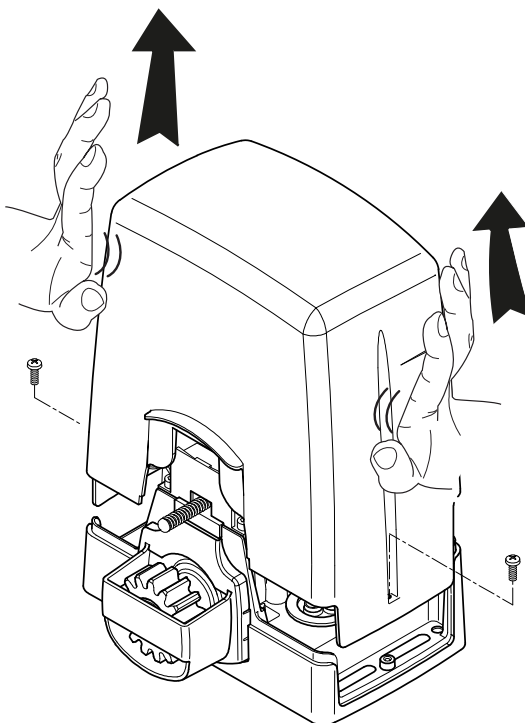
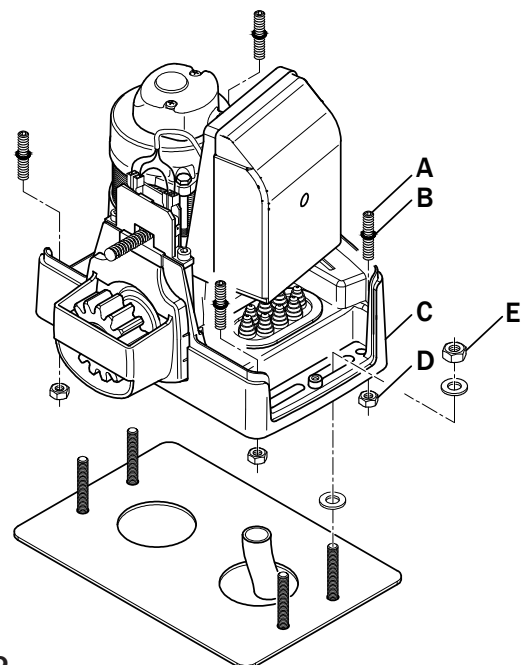

Fig. 1
Fig. 2
- Svitare le viti del coperchio e toglierlo sfilandolo verso l'alto, come indicato in fig. 1. Verificare che i sei piedini di regolazione non sporgano dalla base del motoriduttore.
- Inserire gli O-Ring (B) sulle viti M8x40 (A). Inserire le viti agli angoli del motoriduttore (C) e bloccarle con i dadi M8 (D).
- Undo the screws of the cover and remove the lid by lifting up as shown in fig. 1. Check that the six adjuster feet do not protrude from the base of the gearmotor.
- Put the O-ring (B) onto each screws M8x40 (A). Insert the screws in the gearmotor corners (C) and secure them with the nuts M8 (D).
- Die Schrauben des Deckels ausschrauben und diesen nach oben abnehmen, wie in Abb. 1 gezeigt. Prüfen, ob die sechs Stellfüße nicht aus der Basis des Getriebemotors herausragen.
- Versehen Sie die Schrauben M8x40 (A) mit O-Ringen (B). Stecken Sie die Schrauben an den Ecken des Getriebemotor (C) und schrauben Sie die Muttern M8 (D).
- Dévisser les vis du couvercle et le retirer en tirant vers le haut, comme indiqué dans la fig. 1. Vérifier que les six pieds de réglage ne dépassent pas de la base du motoréducteur.
- Insérer les joints O-Ring (B) sur les vis M8x40 (A). Insérer les vis dans les angles du motoréducteur (C) et les bloquer avec les écrous M8 (D).
- Positionner le M30 sur les 4 tirants, comme indiqué dans la fig. 2. Si nécessaire, dévisser les écrous de la plaque de fondation.
- Serrer les écrous M8 (E).
- Desenrosque los tornillos de la tapa y quítela extrayéndola hacia arriba, como se indica en la fig. 1. Compruebe que las seis patas de ajuste no sobresalgan de la base del motorreductor.
- Colocar la juntas tóricas (B) en los tornillos M8x40 (A). Insertar los tornillos en las esquinas del motor (C) y asegurarlos con tuercas M8 (D).
- Coloque el M30 en los 4 tirantes, como se indica en la fig. 2. Si es necesario, desenrosque las tuercas de la placa de cimentación.
- Fijar las tuercas M8 (E).
- Introduzir as juntas circulares (B) em los parafusos M8x40 (A). Introduzir os parafusos nos cantos do motorreductor (C) e prendê-los com as porcas M8 (D).
- Posicione o M30 nos 4 tirantes, conforme indicado na fig. 2. Se necessário, desenrosque as porcas da chapa de base.
- Apertar as porcas M8 (E).